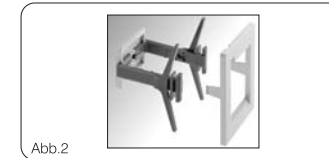

Abb.2
- Unterputz mit mit Montagesatz (auf Wunsch) (Abb. 2).